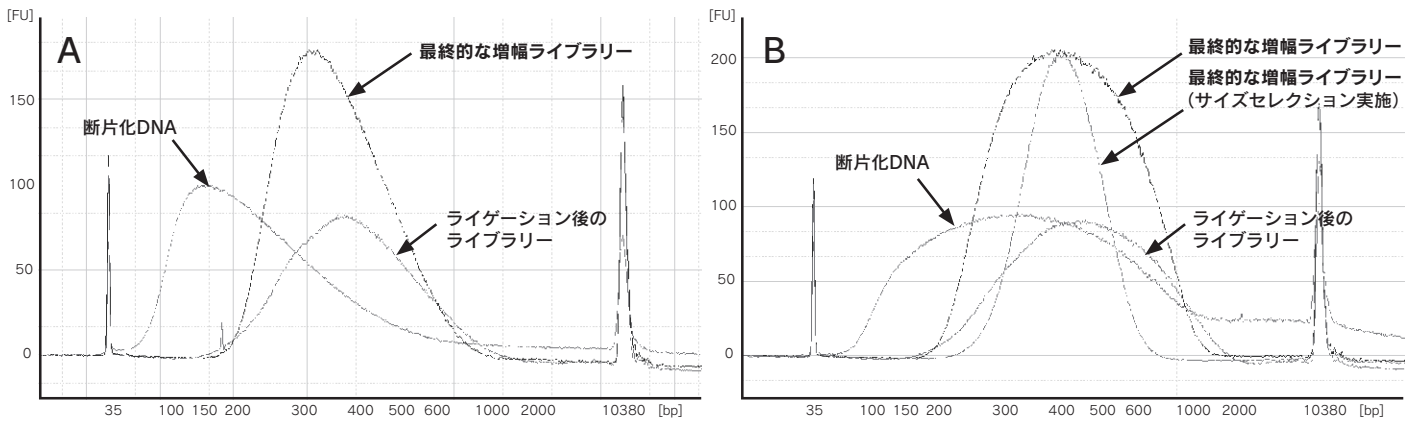

図1 KAPA HyperPlus Library Preparation Kitで調製したライブラリーの実例
- キャプチャ前または最終的なライブラリーのサイズ分布は電気泳動法で確認すべきです。従来のゲルに関しては、LabChip® GX、GXIIもしくはGX Touch (PerkinElmer)またはBioanalyzerもしくは Tapestation(Agilent Technologies)、Fragment Analyzer™ (Advanced Analytical) などの装置を推奨します。KAPA HyperPlus Library Preparation Kitで調製した典型的な電気泳動プロファイルを次ページの図1に示します。
- PCR-Freeワークフローにより「Y字」アダプター状態で調製されたライブラリーを電気泳動的電気泳動で分析した場合、予測した最頻断片長より長くなることもあり、さらに広いもしくは二峰性のサイズ分布を示すことがあることに留意してください(図1参照)。増幅ライブラリーと未増幅ライブラリーで実際のサイズを検出されるサイズ分布の相違は、使用するアダプターの設計および電気泳動法に応じて変動します。未増幅ライブラリーのサイズ分布を正確に測定するためには、電気泳動分析の前に、アダプターをライゲートした分子を完全な二本鎖にするためにライブラリーの一部を数サイクルPCR増幅を行います。または、KAPA Library Quantification Kitで産生されたライブラリー定量産物を電気泳動法により分析することにより二本鎖状態のライブラリーサイズ情報が得られます(以下参照)。
- ライゲーション後のクリーンアップ終了後/ライブラリー増幅前のライブラリーの電気泳動法による評価は有益ですが、見かけの最頻断片長およびサイズ分布は、すでに概説し、図1に示すとおり、アダプターの非相補的領域の妨害により不正確になることをご銘記ください。